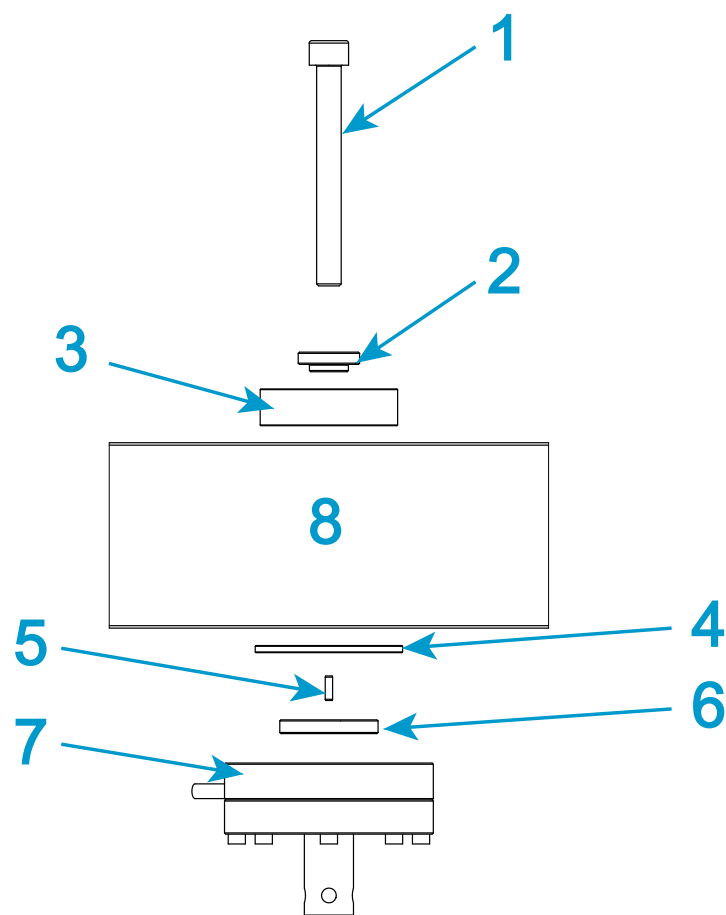

Figura 23. Instalación de una célula de carga de la serie 2530: capacidades de 5 N a 100 N
Leyenda de la Figura 23
1. Consulte la Figura 23 y la tabla asociada, y prepare el hardware de montaje adecuado.
2. Monte el hardware que se muestra encima de la cruceta en la Figura 23 y colóquelo en la parte superior del orificio central de la cruceta.